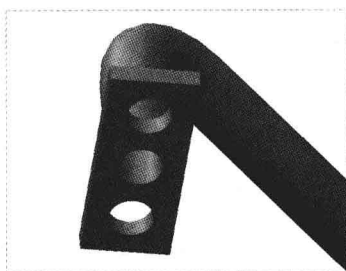

图 1-50 查看局部放大效果
Step 05 在绘图区中的合适位置单击鼠标左键并拖曳，即可查看模型的局部放大效果，如图 1-50 所示。